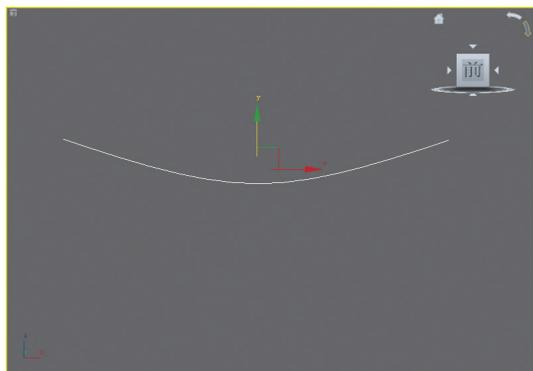

图9-65 创建样条线
**03** 为了便于操作，将场景中的所有物体隐藏，只留下样条线，如图9-65所示。